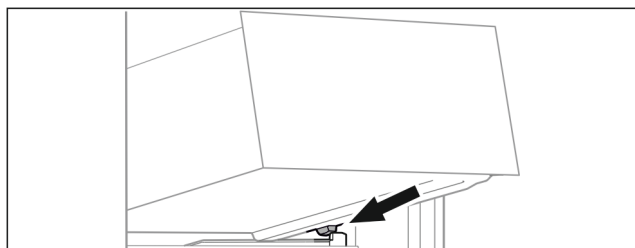

Fig. 69
- Schubfach schräg hinter den Stopperrn auf Behälterrippe aufsetzen. (siehe Fig. 69)